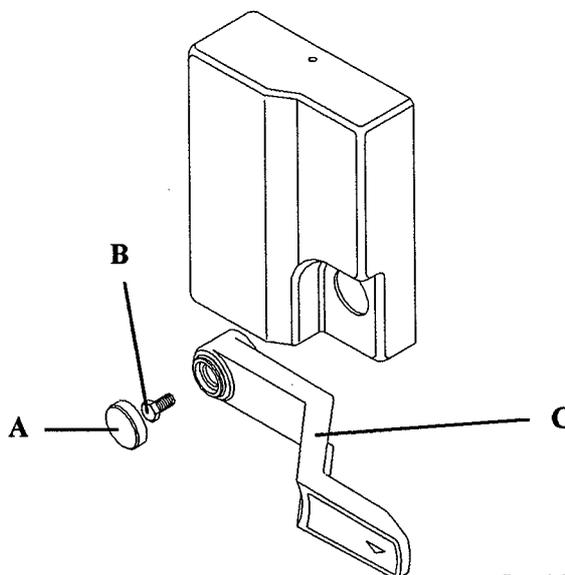

fig. 28
**H1055 model (fig. 28) :**
**Modelo H1055 (fig. 28):**
**Modèle H1055 (fig. 28):**